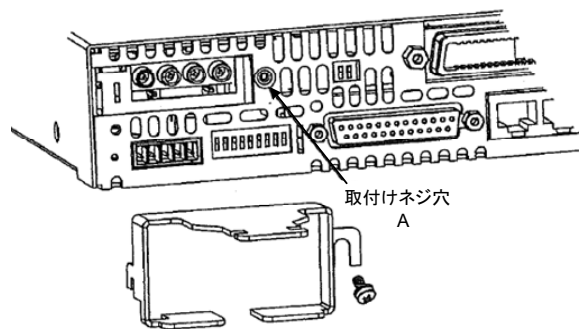

図 2-5 出力端子シールドカバー取付け
- (4) “A”の筐体ネジを図 2-5 の示すとおり途中まで緩めます。
- (5) 出力端子シールドカバーを筐体に取り付け、“A”のネジを締めて出力端子シールドカバーを筐体に固定します。